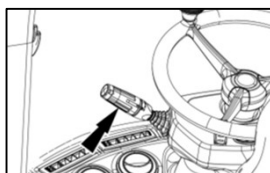

Fig. 3
3. Imposta il selettore di velocità sulla posizione "D" (DRIVE - fig. 3). Questo consente a tutti gli intervalli di velocità disponibili, consentendo al sistema di decidere automaticamente quando dare priorità alla coppia per aumentare la potenza di spinta e quando dare priorità alla velocità di marcia. Tutto ciò avviene senza gli "shock di cambio" tipici delle trasmissioni powershift convenzionali.